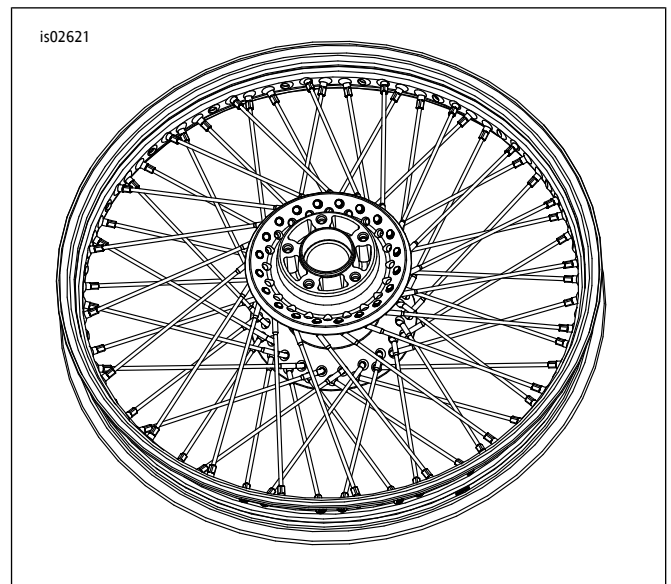

图7。安装外侧辐条(图示为21英寸车轮)
7. 参见图7。翻转轮圈，使刹车盘侧朝下。将任意一根外侧排辐条插入轮毂。逆时针倾斜辐条并将其插入角度匹配的轮圈孔。组装辐条螺纹接头，但不要拧紧。